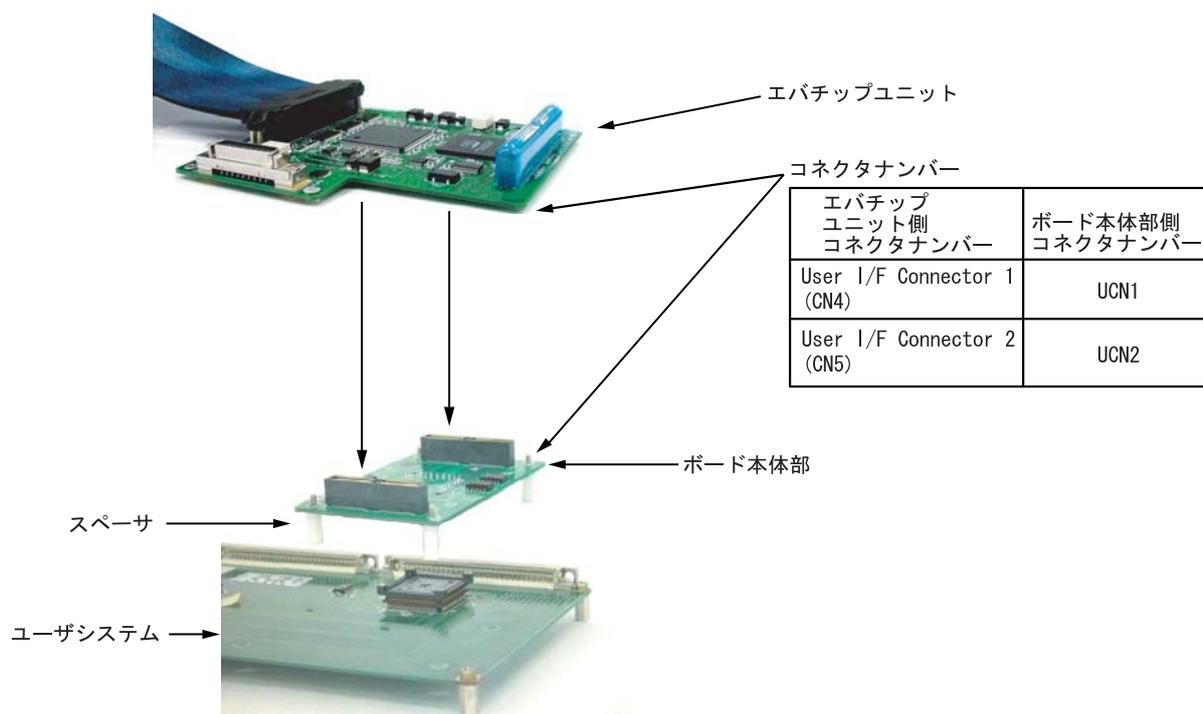

図5 エバチップユニットへの接続
- (1) ユーザシステムおよびエミュレータの電源が切れていることを確認してください。
- (2) ボード本体部とエバチップユニットのコネクタをコネクタナンバーに合わせて接続します(図5参照)。
- (3) ボード本体部に付属しているスペーサをユーザシステムの状態に合わせて、高さを調整してください。